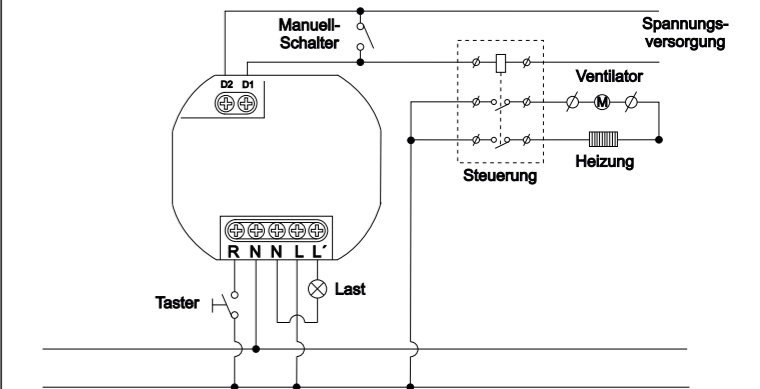

Bild 5
3.3.1 Normaler Betrieb (Siehe Bild 5).